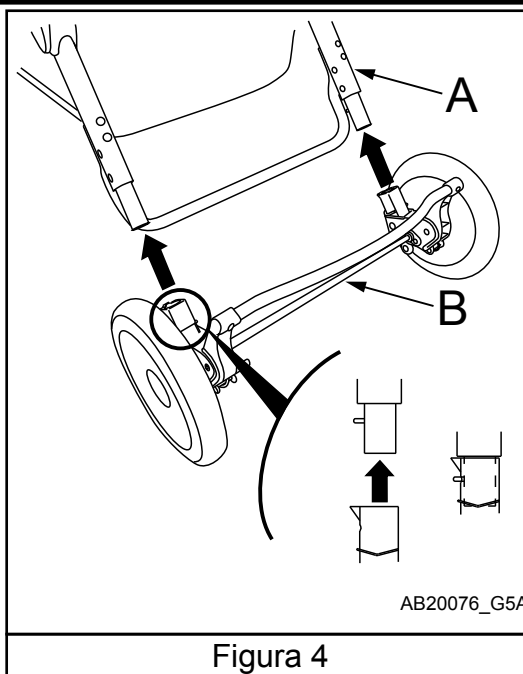

Figura 4
Alinear los dos collares de la rueda trasera y el conjunto del freno (C) con ejes de montaje del marco del coche de montaje (A). Empuje hacia arriba hasta que la Asamblea de rueda y freno trasero (C) cerraduras de cuello en su lugar con un clic. El botón de resorte debe sobresalir totalmente a través del agujero en la rueda trasera y de freno Asamblea cuello (C). Vea la Figura 4.